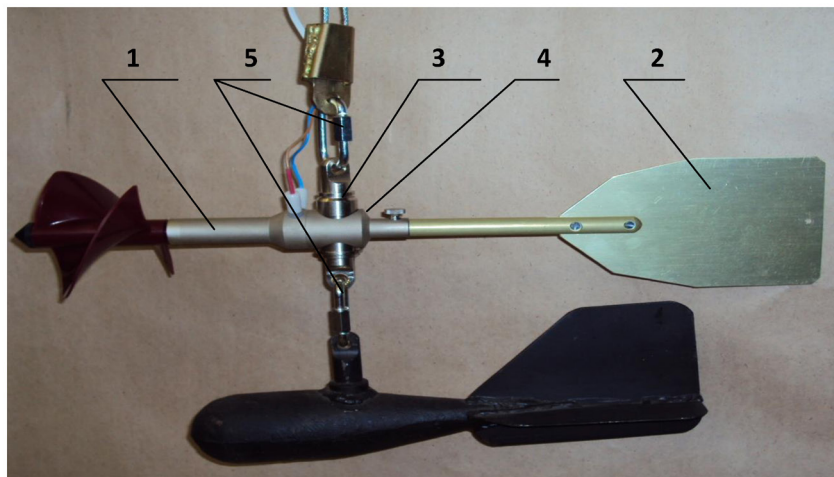
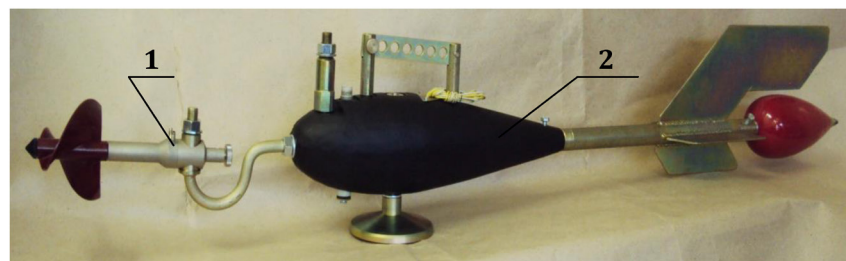

Рис. 5.5
Рис. 9.2
9.2.1.2. Установить при работе с троса вертушку *1* либо непосредственно на гидрометрическом грузе *2* (см. рисунок 9.2), либо на вертлюге *3* (см. рисунок 5.5).